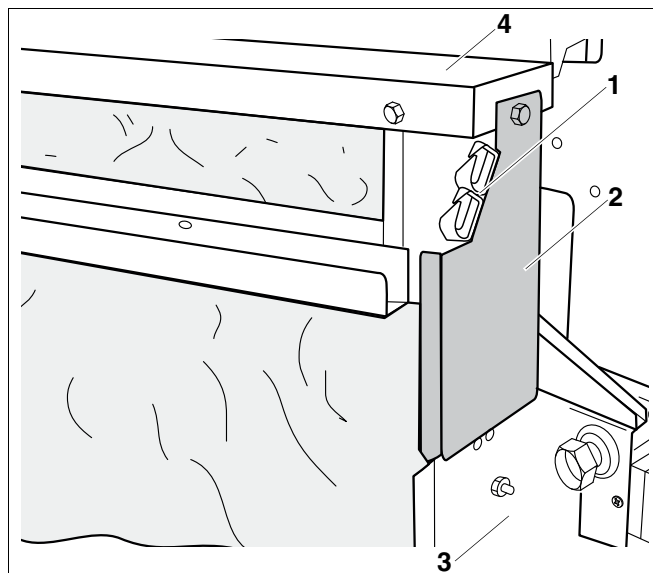

Рис. 58 Установка накладного листа
- Задвинуть накладные листы (рис. 58, поз. 2) сзади слева и справа в заднюю стенку (рис. 58, поз. 3) и соединить винтами с боковыми крышками (рис. 58, поз. 4). При необходимости слегка ослабить заднюю стенку.
- Закрепить винтами скобы крепления кабеля (рис. 58, поз. 1).